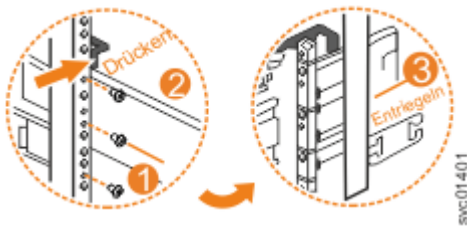

Abbildung 133. Schienenbaugruppe von hinterer Rahmenhalterung entfernen
3. Entfernen Sie die beiden Schrauben, mit denen der innere Teil der Schiene an der hinteren Halterung angebracht ist (siehe Abbildung 133 auf Seite 121).
4. Ziehen Sie die Schiene nach vorne von der hinteren Halterung weg (siehe Abbildung 133 auf Seite 121).